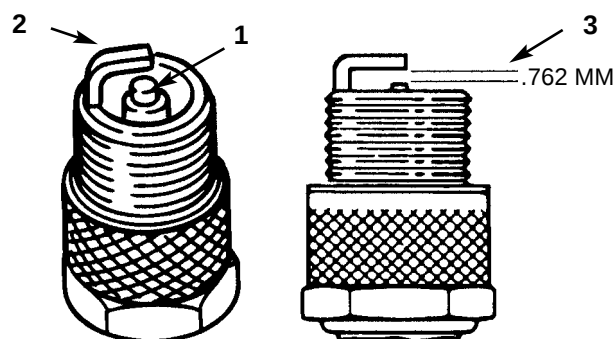

Fig. 24
1. Se på midten af tændrøret (fig. 24). Hvis isolatoren ser lysebrun eller grå, er motorens funktion ikke korrekt. En sort belægning på isolatoren betyder som regel, at luftfilteret er snavset.
2. Kontrollér gnistgabet mellem midter- og sideelektroden (fig. 24). Bøj sideelektroden (fig. 24), hvis gnistgabet ikke er korrekt.